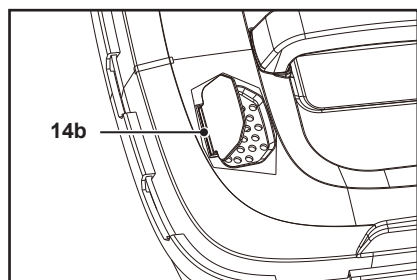

Fig. 11
1. Când trapa (14b) este deschisă, coșul colector pentru iarbă mai are suficient loc pentru iarbă (Fig. 11).